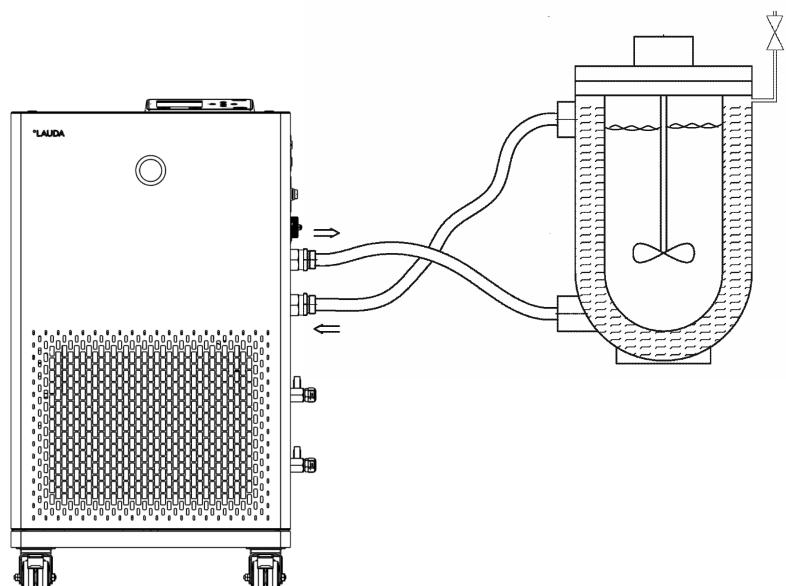

Abb. 15: Anschlussskizze mit Entlüftungsventil
- Ein Entlüftungsventil kann, je nach Bauart der Applikation, den Entlüftungsprozess deutlich vereinfachen. Das Entlüftungsventil muss an der höchsten Stelle des Kreislaufs angeordnet werden (Abb. 15).
Damit Gas-/Dampfblasen aus dem System abgeführt werden können und ein ungestörter Betrieb möglich wird, muss die externe Applikation gemäß Skizze (Abb. 15) angeschlossen werden. Der Vorlauf der Pumpe ist mit dem unten liegenden Anschluss der Applikation zu verbinden. Die Rückleitung zum Pumpenstutzen ist mit dem oben liegenden Anschluss der Applikation zu verbinden. Die Applikation wird somit von unten nach oben durchströmt.